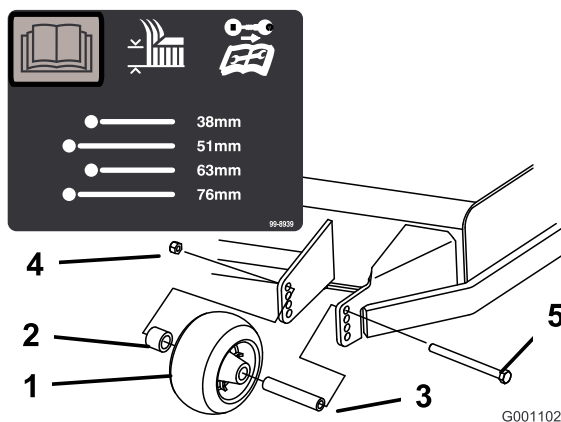
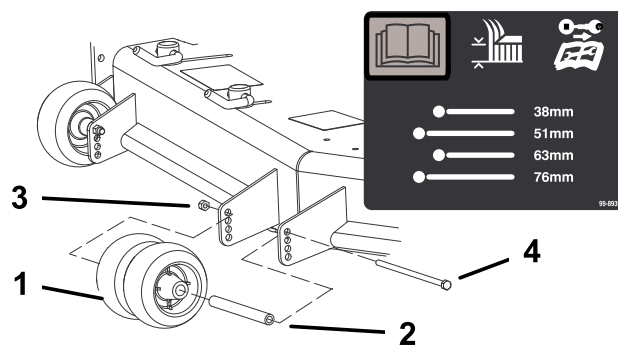
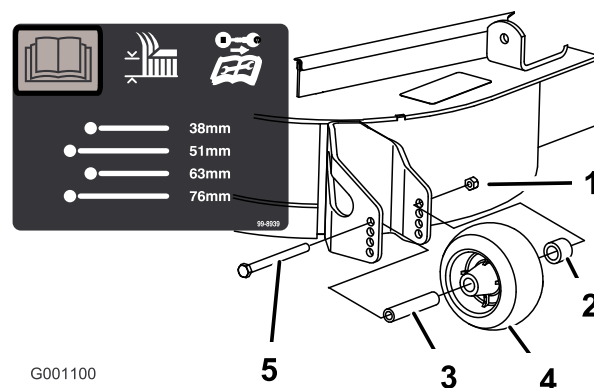

Figura 20
Figura 21
Figura 22
3. Después de ajustar la altura de corte, ajuste los rodillos retirando la tuerca con arandela prensada, el casquillo, el espaciador y el perno (Figura 20, Figura 21 y Figura 22).
Nota: Los dos rodillos centrales no tienen espaciador (Figura 21).
5. Instale la tuerca con arandela prensada, el casquillo, el espaciador y el perno. Apriete el perno a 54–61 N·m (Figura 20, Figura 21 y Figura 22).